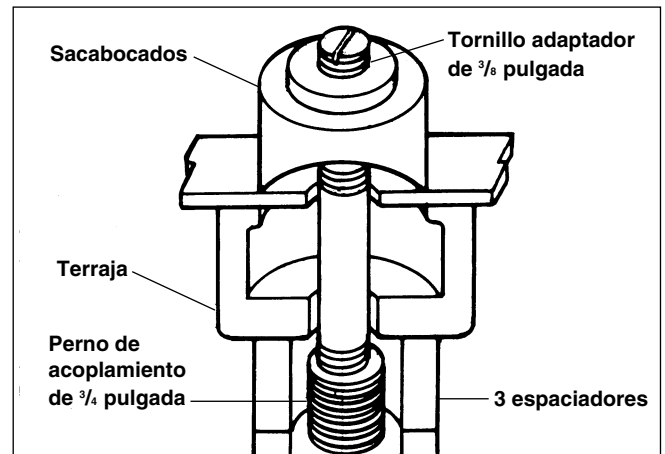

Figura 3 – Perforación de agujeros de 1/2 pulgada
5. Coloque la terraja de 1/2 pulgada sobre el perno de acoplamiento de 3/8 pulgada, pase el extremo del perno por el agujero piloto recién perforado y rosque el sacabocados al extremo del perno, de tal manera que las puntas apenas toquen el material (*Figura 3*). Haga funcionar la bomba como se describe a continuación.